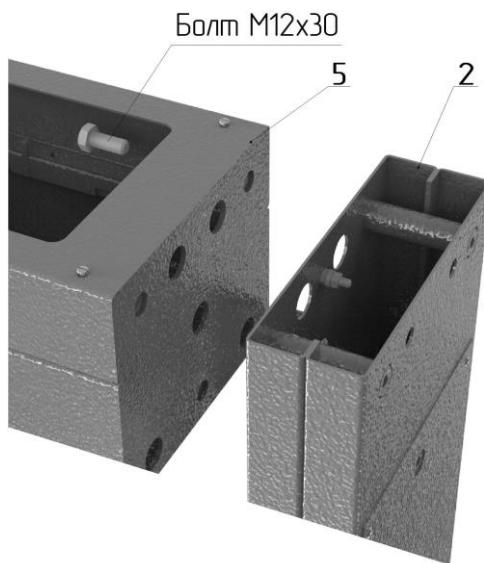
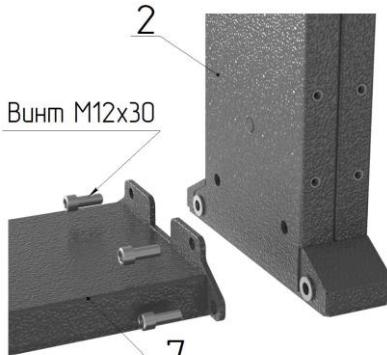

Рис. 1
Рис. 2
*1. Сборка турникета (рис. 1, 2):*
положите на пол на боковую плоскость раму привода **5** (рис. 1), (предварительно постелив лист картона), рядом аналогично положите две стойки крыла прохода **1** и **2**; состыкуйте указанные элементы друг с другом присоединительными элементами и закрутите по три болта M12 с каждой стороны; поставьте собранный портал вертикально на месте установки турникета; закрепите к стойке **2** напольную плиту **7** (рис.2) четырьмя винтами M12.